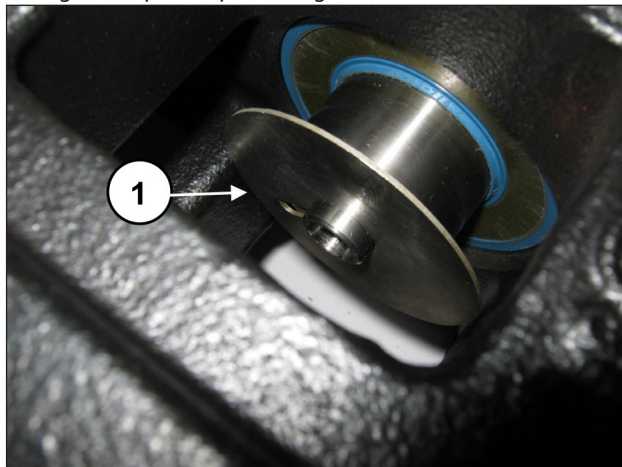

Fig. 186
Colocar los protectores contra salpicaduras en el alojamiento de la guía del pistón (pos. ①, Fig. 186).